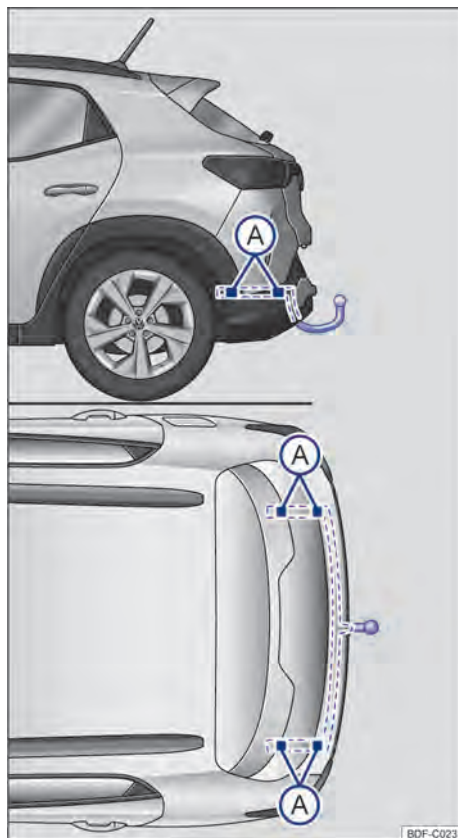

Fig. 125 Puntos de fijación para el montaje posterior de un enganche para remolque.
La figura → fig. 125 muestra, por ejemplo, el punto de alojamiento para el montaje de un enganche para remolque del modelo Polo.
El montaje posterior de un enganche para remolque deberá ser efectuado de acuerdo con las instrucciones del respectivo fabricante del enganche, siempre respetando los puntos de fijación indicados en la → fig. 125 (A).